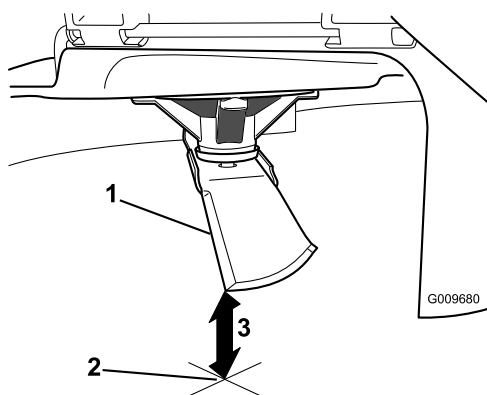

Figura 55
3. Mida desde la punta de la cuchilla hasta la superficie plana (Figura 55).